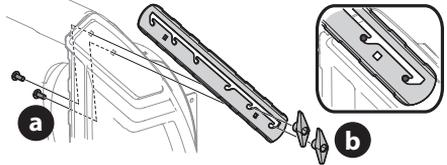

Figura 48
4. Afloje los dos pernos del carro (a) y las tuercas de mariposa (b) que sujetan cada cortador de desplazamiento de nieve a los lados de la caja de la barrena (Figura 48).